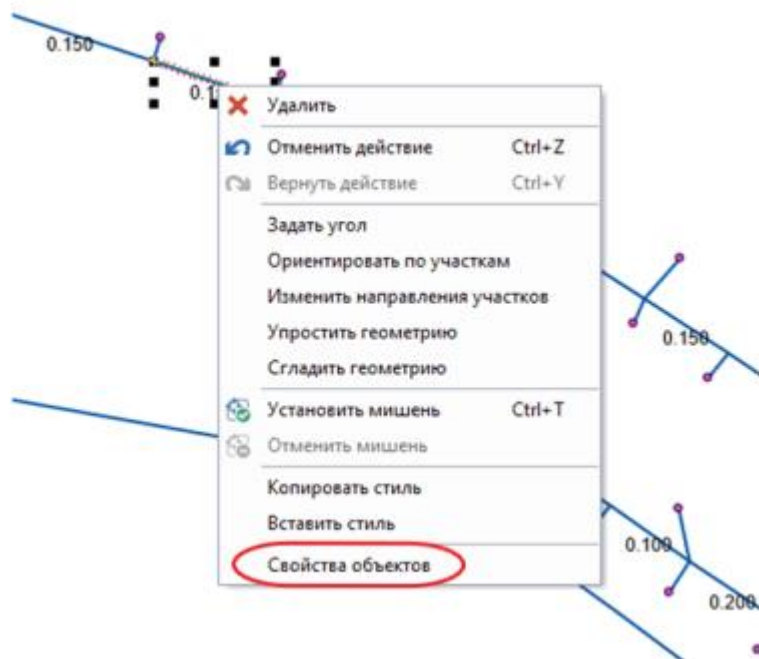

Рисунок 4
5. Выбираем свойства объектов Рисунок 4.